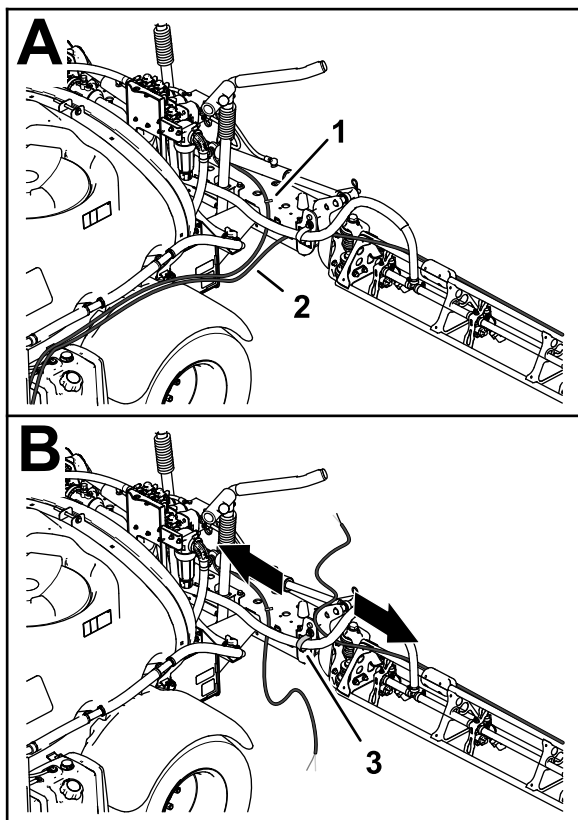

图19
2. 将左、右喷洒段泡沫喷嘴的管子向后移动使其穿过靠近喷洒段枢轴点的 R 形夹 图19。